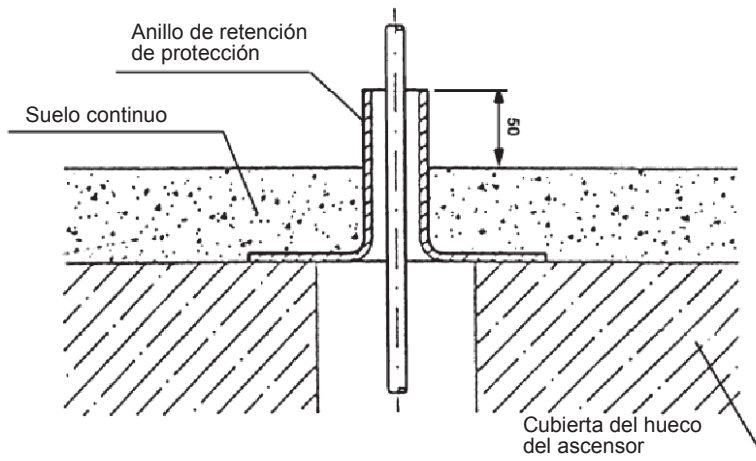

Fig. 1
Si después del montaje sobre el cemento se coloca un suelo continuo, se debe tener en cuenta el alto de éste (fig. 1).
- Posizionare il limitatore di velocità sul foro di passaggio della fune ed allinearlo con il filo a piombo al dispositivo frenante, cioè al paracadute (Fig. 1).
- Fissare il limitatore di velocità (Fig. 1).